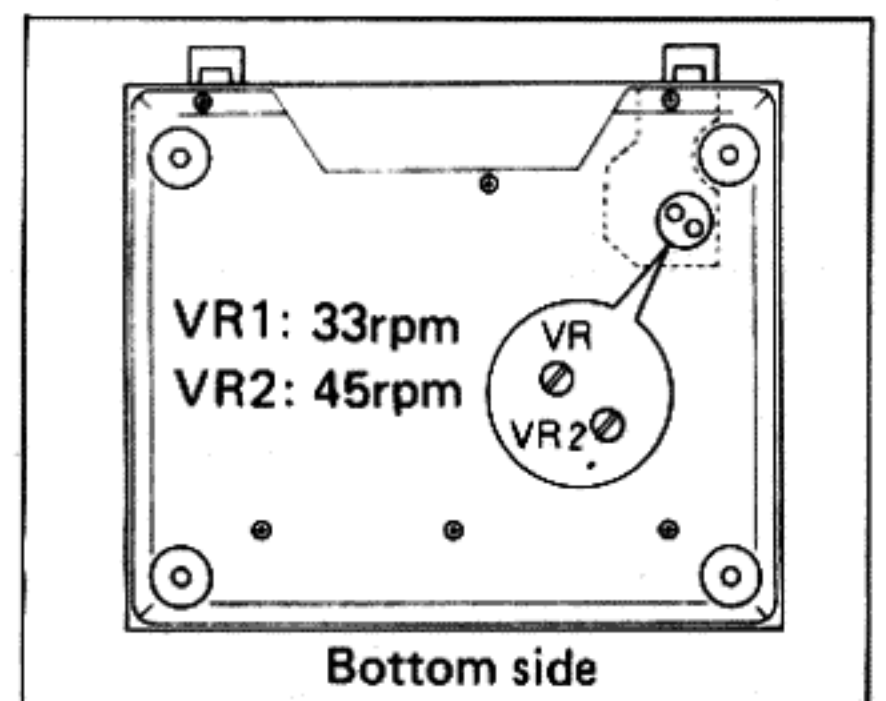

Fig. 16
3. Turn the VR1 with a screwdriver from the lower part of the set to the rated rotation (33-1/3 rpm) and check the rotation with a strobe while adjusting the speed. (Fig. 16)
5. Turn the VR2 with a screw driver from the lower part of the set to the rated rotation (45 rpm) and check the rotation with a strobe while adjusting the speed. (Fig. 16)
3. VR1 mit einem Schraubenzieher von der Unterseite des Gerätes her drehen bis die Nenndrehzahl (33–1/3 U/min) erreicht ist, und gleichzeitig auf dem Stroboskop überprüfen. (Abb. 16)
5. VR2 mit einem Schraubenzieher drehen, bis die Nenndrehzahl (45 U/min) erreicht ist, und gleichzeitig auf dem Stroboskop überprüfen. (Abb. 16)
3. Adjuster VR1 avec un tournevis à partir du dessous de l'appareil jusqu'à ce que la vitesse nominale de rotation (33 t/p.m.) soit obtenue tout en la vérifiant par l'intermédiaire du stroboscope. (Fig. 16)
5. Adjuster VR2 avec un tournevis jusqu'à ce que la vitesse nominale de rotation (45 t/p.m.) soit obtenue tout en la vérifiant par l'intermédiaire du stroboscope. (Fig. 16)
3. Ajuste VR1 mediante el destornillador por debajo del aparato hasta que se obtenga la velocidad nominal (33 r.p.m.) mientras la verifica a través del estroboscopio. (Fig. 16)
5. Ajuste VR2 mediante el destornillador hasta que se obtenga la velocidad nominal (45 r.p.m.) mientras la verifica a través del estroboscopio. (Fig. 16)